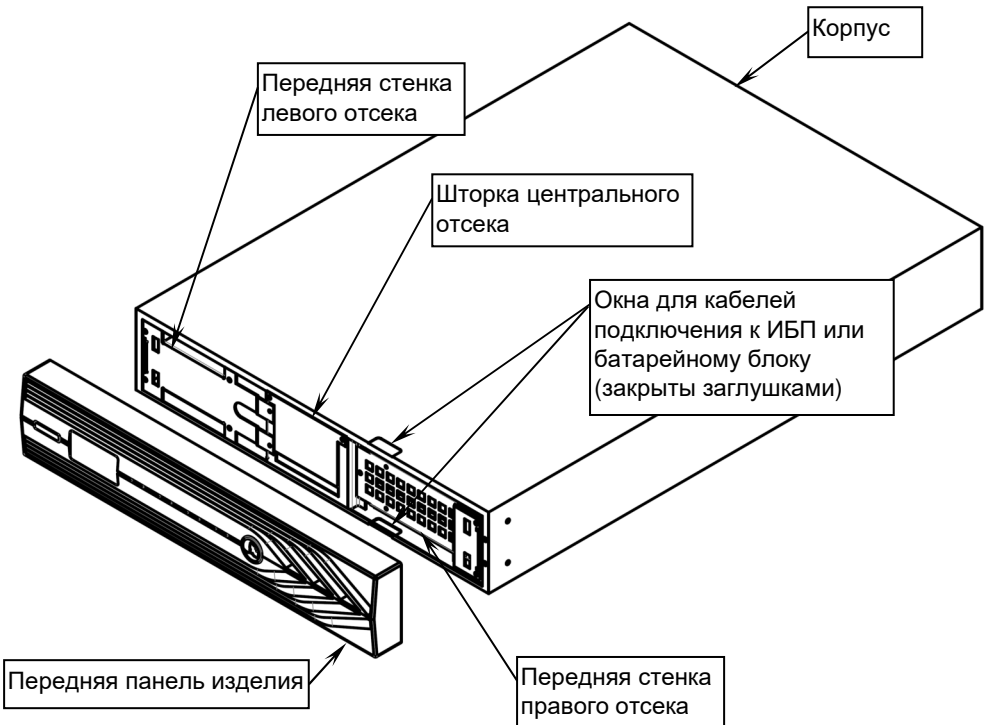

Рисунок 1 – Общий вид изделия со снятой передней панелью
- Снимите переднюю панель изделия, потянув ее на себя и освободите от заглушки верхнее окно для прокладки кабеля ББ (см. рисунок 1).